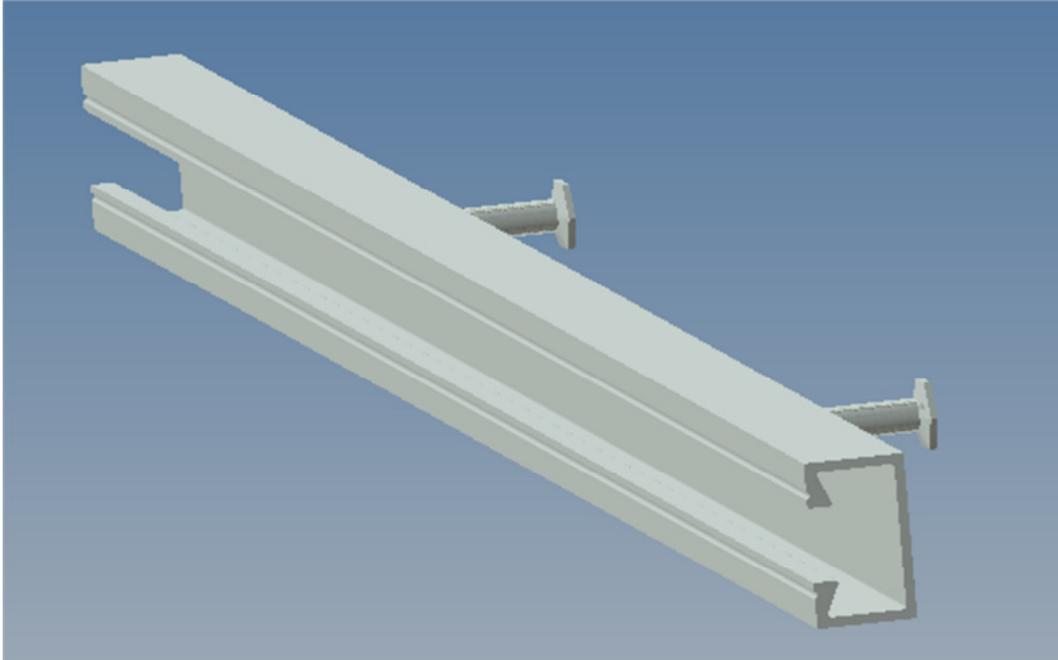
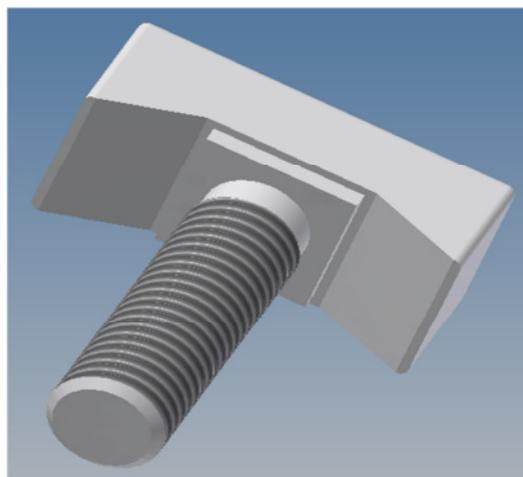

Bild 10 Ankerschiene
Bild 11 Hammerkopfschraube
3.2.3 Vorgebohrte Wandbleche mit beigestellten Hammerkopfschrauben (Bild 11) fachgerecht an Ankerschiene (Bild 10) befestigen.